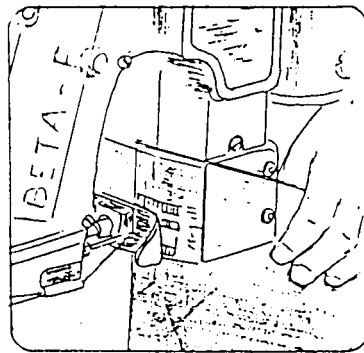

Abb. 2
3. Nehmen Sie mit der linken Hand das obere Sackende und positionieren Sie die Nähmaschine so, daß der Sack zwischen Presserfuß und Stichplatte gelangt (Abb. 2).